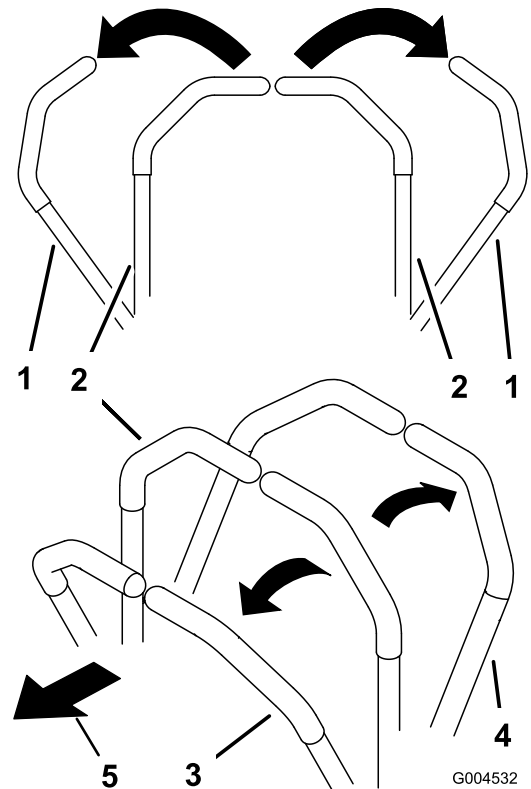

Figure 49
1. Mettez les leviers de commande de déplacement (Figure 49) en position de verrouillage au point mort.
- Pour vous déplacer en ligne droite en marche avant, poussez lentement les leviers de commande de déplacement vers l'avant (Figure 49).
- Pour vous déplacer en ligne droite en marche arrière, tirez doucement les leviers en arrière (Figure 49).
- Pour tourner, ralentissez la machine en tirant les deux leviers en arrière puis poussez en avant le levier du côté opposé à celui que vous voulez prendre (Figure 49).